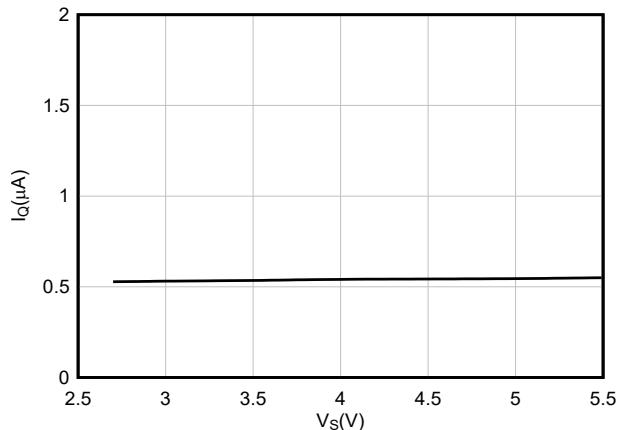

图 7-10. 关断静态电流与电源电压之间的关系
8.4.1 关断模式 (SD)
TMP411 关断模式可关闭除串行接口外的所有器件电路，从而节省更多功率，通常可将电流消耗减少至小于 $3 \mu A$ ；请参阅 图 7-10。当配置寄存器的关断位 (SD) 配置为 1'b 时，启用关断模式。编程后，器件会立即进入关断模式并停止任何当前的温度转换。如果在本地温度转换期间进入关断模式，则不会更新本地/远程温度结果。如果在远程温度转换期间进入关断模式，则不会更新远程温度结果，但由于已完成本地温度转换，所以会更新本地温度结果。当关断位 (SD) 配置为 0'b 时，器件将保持连续转换状态。